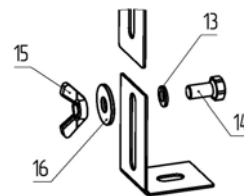

рис. 2
2. Корпус трапа линейного с установленным гидрозатвором и уплотнительным кольцом (5) прижимается к нижней поверхности корпуса трапа металлического (10), фиксируя посадку по резьбовым шпилькам и прижимаясь к поверхности шайбами пружинными (гровер) и гайками с нейлоновым кольцом (11, 12).
3. Регулировка по высоте осуществляется посредством планок, положение которых фиксируется крепежными болтами и барашками (14, 16) и показана на рис.2.